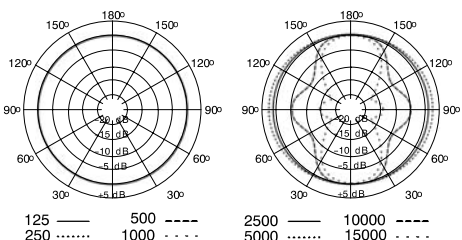

**FIGURA 5. PATRONES DE CAPTACION POLAR TIPICOS**
**Cardioide.** Capta los sonidos que llegan al micrófono directamente por su parte delantera y ofrece sensibilidad mínima a los sonidos que llegan por su parte trasera. El patrón de cardioide es el utilizado más comúnmente para grabaciones en estudio y presentaciones en vivo. Vea la Figura 5.